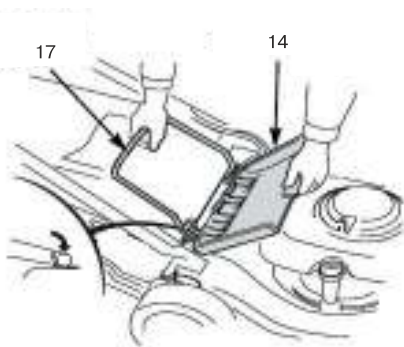

рис. 2
Установка травосборника (Рис. 2)
1. Поднять крышку (14) и подвесить травосборник (17) на продольную ось при помощи двух крючков
2. Опустить крышку (14). Рис. 2